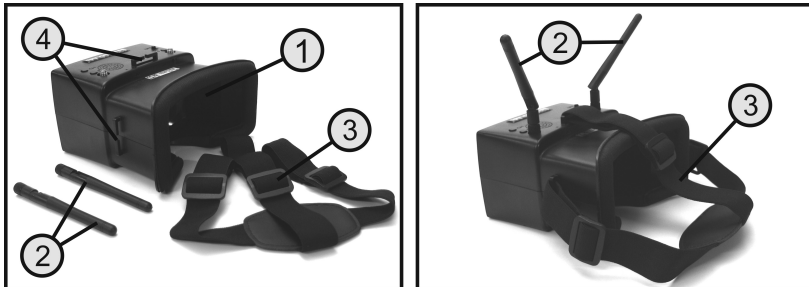

Figure 21
Les lunettes FPV (voir Figure 21, pos. 1) sont fournies avec deux antennes de réception (voir Figure 21, pos. 2) et un serre-tête (voir Figure 21, pos. 3). Accrochez les boucles de la ceinture du serre-tête dans les supports de lunettes (voir Figure 21, pos. 4). Vissez ensuite les deux antennes de réception sur les prises d'antenne.